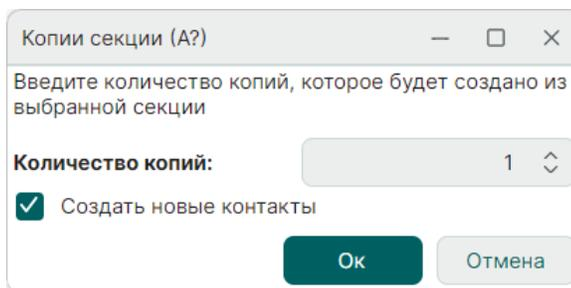

Рис. 216 Создание копий секции
2. В окне «Копии секции» укажите количество копий секции, которое необходимо создать, см. Рис. 216.